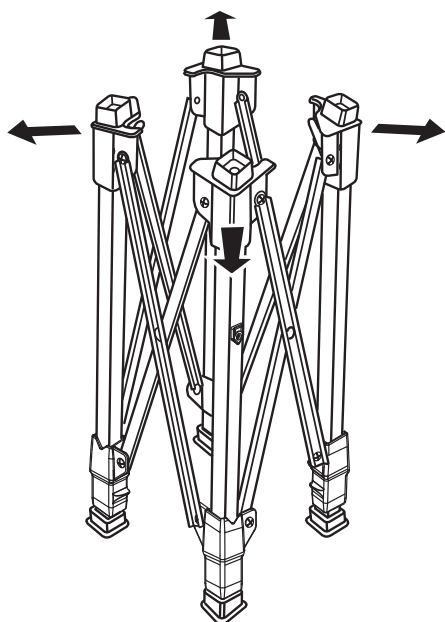

Fig. 6
Voir les figures 6 et 7.
- Garder les doigts et toutes parties de corps loin des parties de la position en mouvement, ouvrir la Quick Stand™ en poussant des pieds opposées dans les directions opposées comme indiqué par les flèches dans la figure 6. La stand sera entièrement ouverte quand indicateur rouge se repose dans fente de V de la poigne.